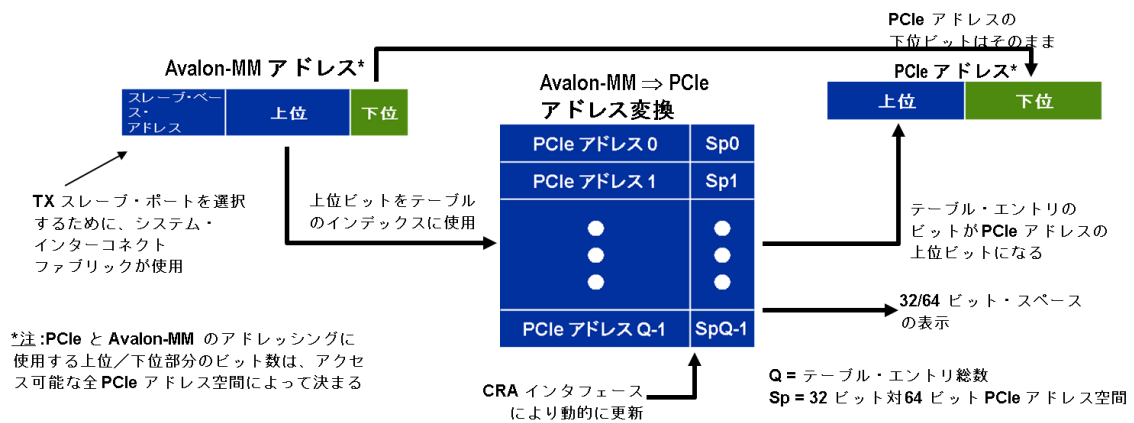

図 3-2. Avalon-MM ⇒ PCI-Express アドレス変換テーブル
3、4より、Avalon-MM ⇒ PCI-Express アドレス変換テーブルには、0x0000000000000000 が書き込まれます。したがって、図 3-2 で説明したように、Avalon-MM アドレスから Tx\_Interface を経由して PC 側にアクセスする場合には、下位 24 ビットの 16MByte のアドレス値に上位の 0x0000000000 が付加されてアクセスされることとなります。